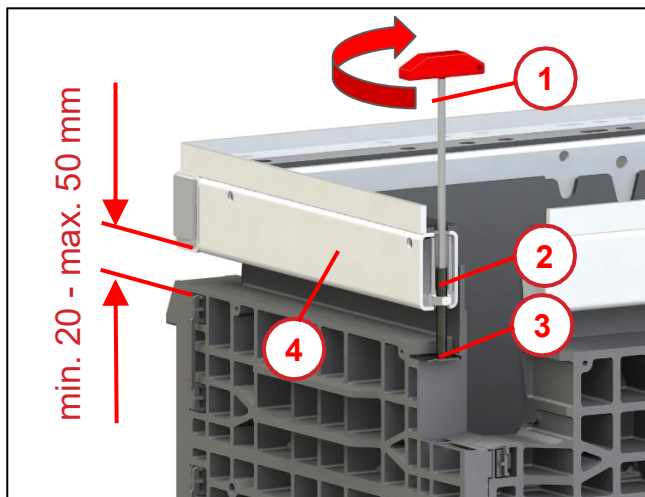

Abb. 37
- Stahlrahmen (1) wieder auf den Kabelschacht aufsetzen.
Die Gewindestifte (2) der zuvor eingestellten Höhenverstellung durch den noch weichen Trockenmörtel (3) drücken bis sie wieder auf der Blechunterlage aufstehen (siehe Abb. 37). Fehler! V erweisquelle konnte nicht gefunden werden - Pos. 3).